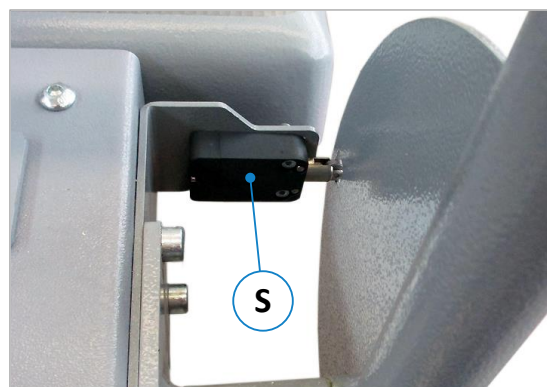

Figure 37 : interrupteur de position d'arrêt d'urgence
- L'interrupteur de position (**S**) déclenche la situation d'arrêt d'urgence (voir ⇒ Figure 37).